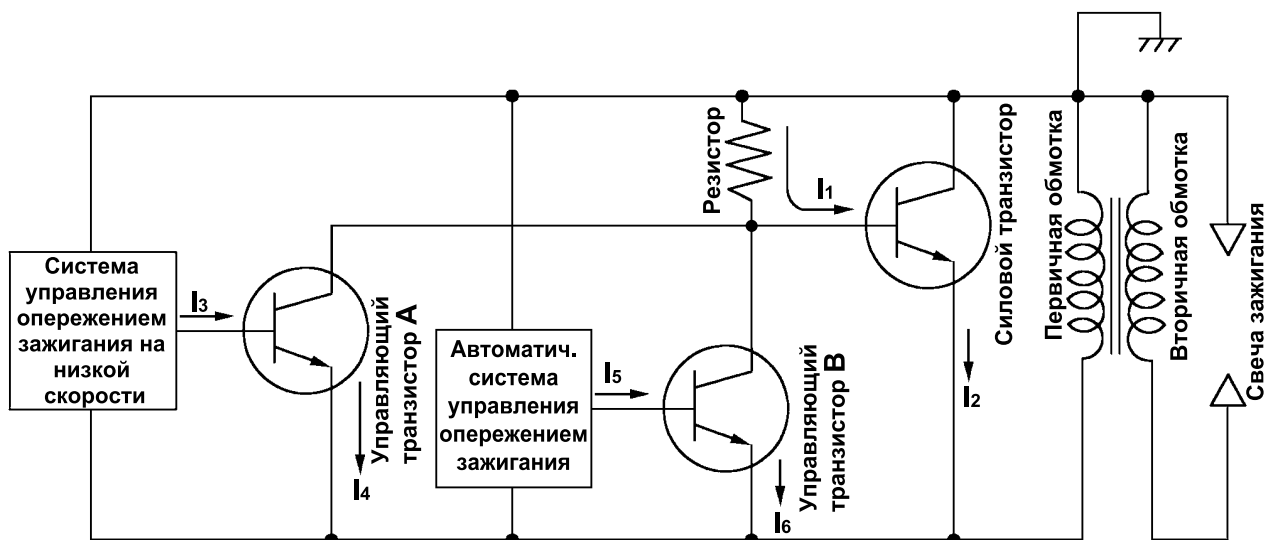

Рис. 6-1
- (1) Вращение маховика генерирует электрический ток в первичной обмотке катушки зажигания и ток базы I_1 подается на силовой транзистор. Ток I_1 «ОТПИРАЕТ» силовой транзистор и возникает электрический ток I_2 .
- (2) При низкой частоте вращения двигателя, когда маховик достигает точки, соответствующей распределению зажигания на низкой скорости, срабатывает контур управления, подающий базовый ток I_3 , «отпирающий» управляющий транзистор А, пропускающий ток I_1 по байпасу в виде тока I_4 . В этот момент силовой транзистор «запирается» и ток I_2 резко прерывается, генерируя во вторичной обмотке катушки зажигания высокое напряжение, создающее искру в свече зажигания.
- (3) При высокой частоте вращения двигателя срабатывает система опережения зажигания, подающая в момент зажигания базовый ток I_5 , «отпирающий» управляющий транзистор В, пропускающий ток I_1 по байпасу в виде тока I_6 . В этот момент силовой транзистор «запирается» и ток I_2 резко прерывается, генерируя во вторичной обмотке катушки зажигания высокое напряжение, создающее искру в свече зажигания.
- Синхронизация автоматической системы опережения зажигания сдвигается в соответствии с повышением частоты вращения двигателя в направлении опережения, как показано на рис. 6-1 (b).